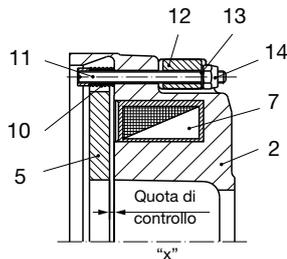

Fig. 1
2. Togliere dal portabobina (2) i tappi di chiusura dei fori per lo sblocco manuale.
3. Inserire le molle (10) sul perno filettato (11). Il perno filettato (11) è realizzato già in fabbrica con una chiavetta fissata in testa come elemento di tenuta, fino alla grandezza 60. Questo fissaggio non deve essere staccato.
4. Introdurre il perno filettato (11) con molle (10) dall'interno (vista sulla bobina magnetica (7)) nei fori dello sblocco manuale nel portabobina (2).
5. Spingere gli O-ring (solo con sblocco manuale per freno protetto Serie 891._ _ _ _1) lungo il perno filettato (11) e inserirli nelle cavità del portabobina (2).
6. Spingere le piastre intermedie (solo con sblocco manuale per freno protetto Serie 891._ _ _ _1) sul perno filettato (11).
7. Posizionare l'arco dello sblocco (12), inserire le rondelle (13) ed avvitare leggermente i dadi esagonali autobloccanti (14).
8. Stringere i due dadi esagonali (14) fino a quando l'ancora mobile (5) va a contatto in modo uniforme con il portabobina (2).
9. Svitare i due dadi esagonali (14) di giri "Y" (vedi tabella 1, p. 7), in modo che si crei uno spazio tra l'ancora mobile (5) e il portabobina (2) producendo la quota di controllo "x" (fig. 1).